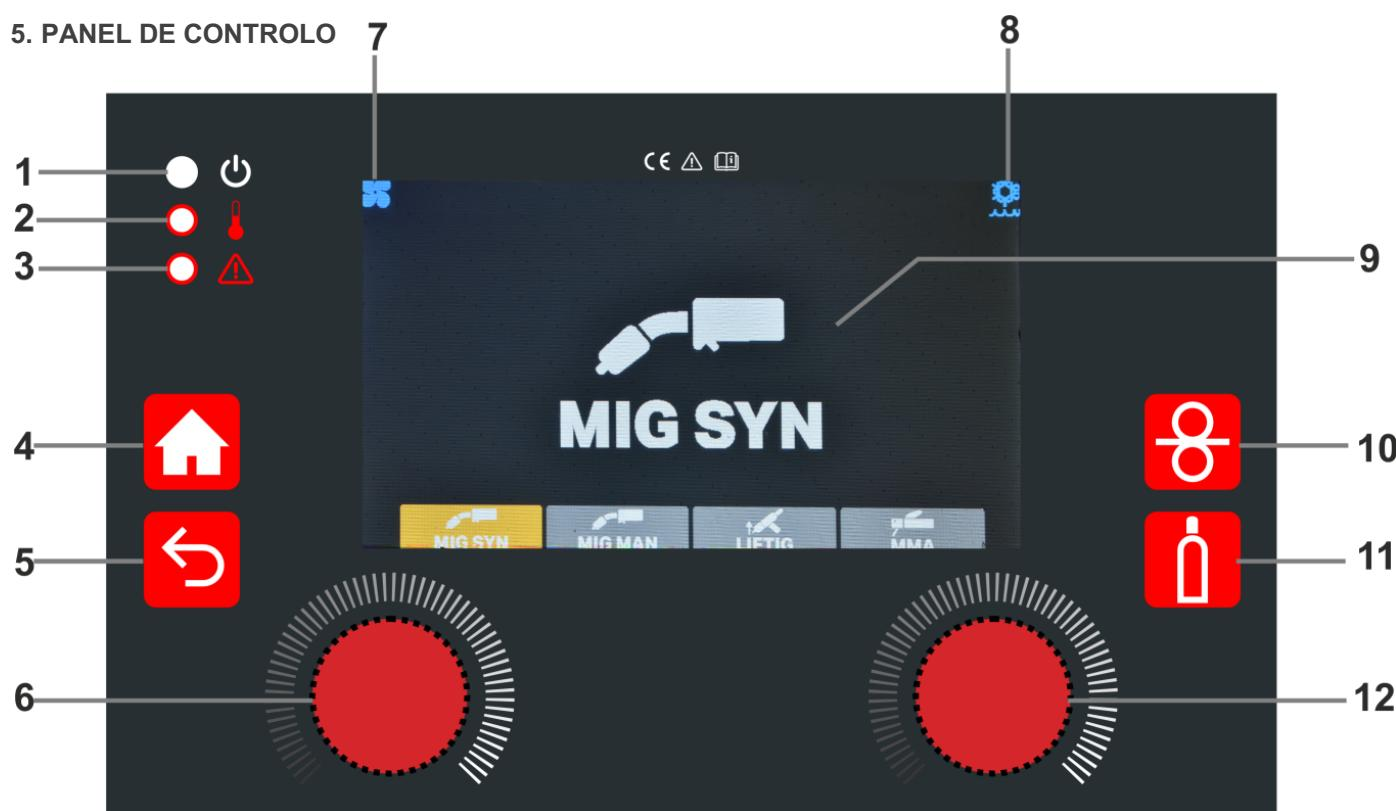
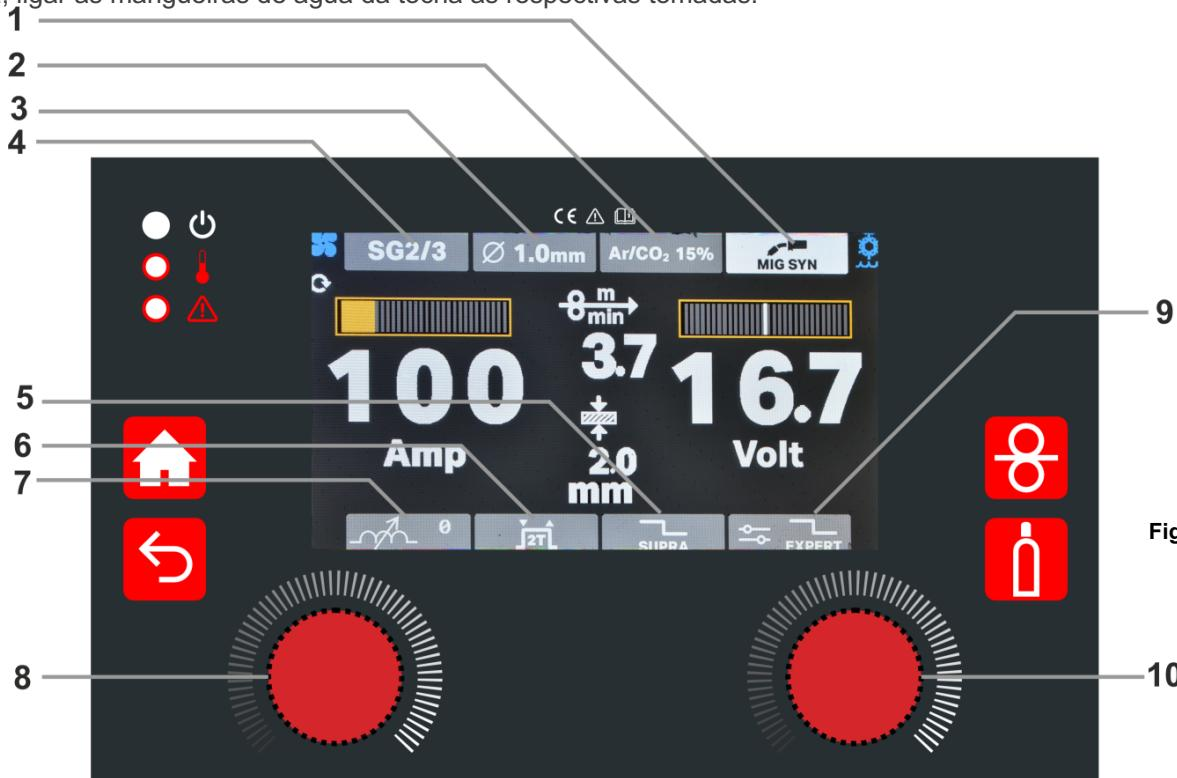
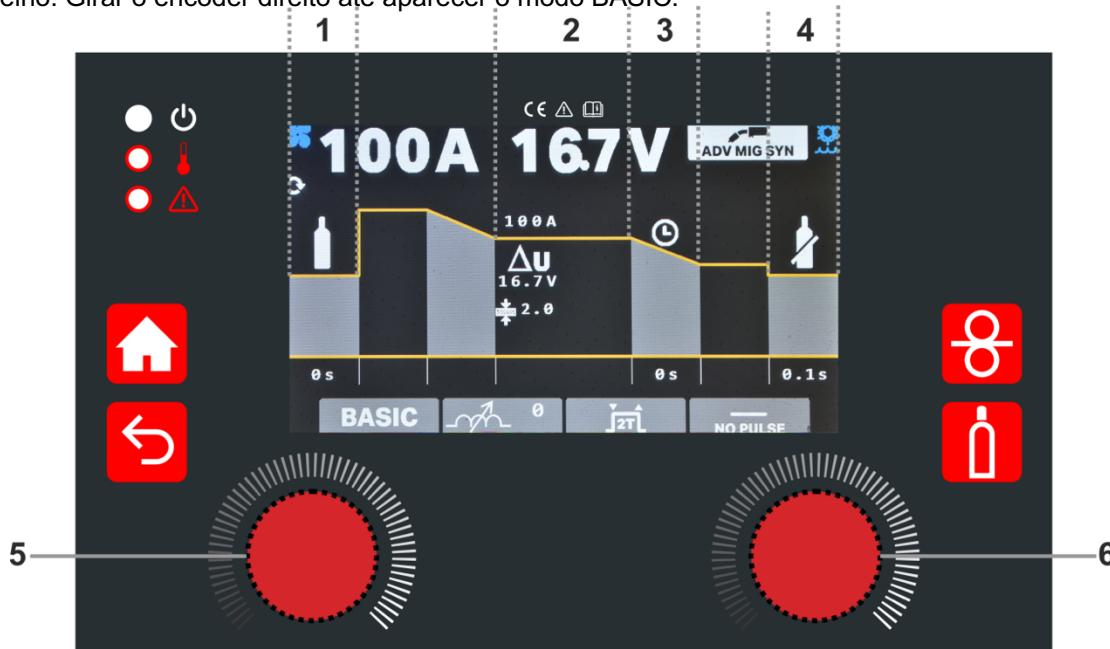
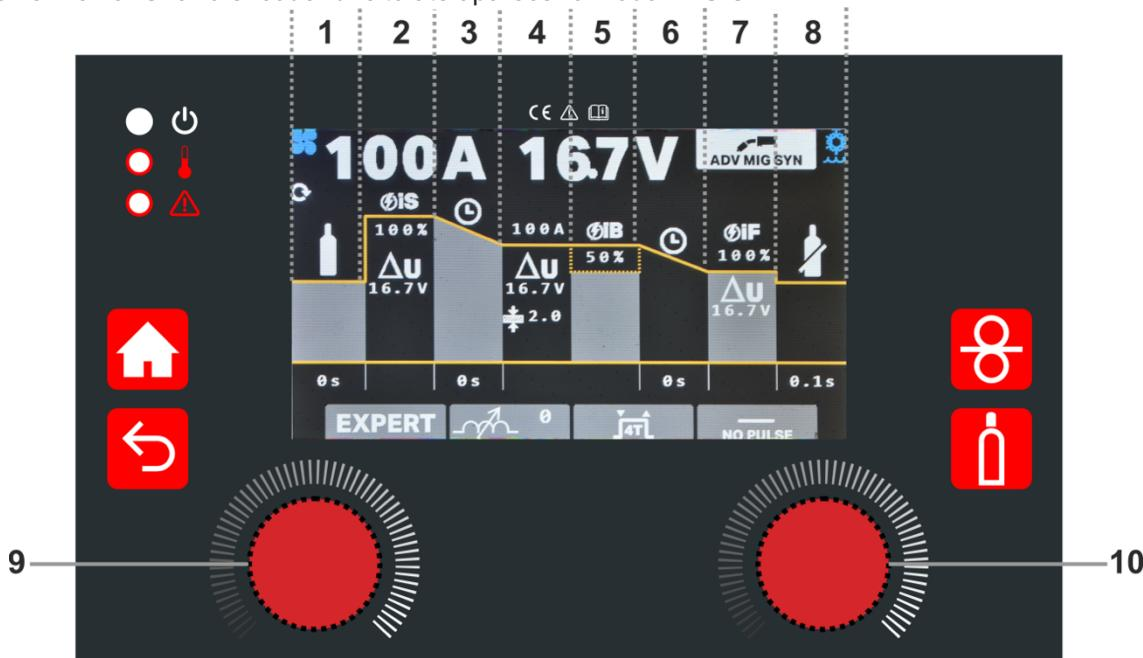

Fig 1.
Fig. 5.
Fig. 6
Fig. 8
- Selecione o tipo de gás de acordo com o programa de soldadura selecionado na Fig.6 - Programas de soldadura na página seguinte.
Selecionar o modo de soldadura MIG/MAG SYN premindo o encoder do lado direito (10 - Fig. 5) no item de menu correspondente. Entrou no modo MIG SYN, no qual é possível visualizar o estado do respetivo modo (1 - Fig. 1).
- Selecionar o material a soldar (item de menu 4 - Fig. 5), o diâmetro do fio (item de menu 3 - Fig. 5) e o tipo de gás (item de menu 2 - Fig. 5) com o encoder direito (10 - Fig. 5) de acordo com as seguintes tabelas de programas sinérgicos:
- Ajustar a indutância (item de menu 7 - Fig. 5) com o encoder do lado direito (10 - Fig. 5): menos indutância (arco mais estreito, mais penetração) e mais indutância (arco mais largo, mais enchimento).
- Dentro do programa sinérgico, pode ajustar a corrente de soldadura com o encoder do lado esquerdo (8 - Fig. 5) e com o encoder do lado direito (10 - Fig. 5) pode fazer um ajuste sinérgico fino.
- Com o encoder do lado direito (10 - Fig. 5), é possível escolher entre os modos de tocha de soldadura 2T, 4T ou SPOT:
Modo MIG/MAG a pontos - Quando selecionado indica que a máquina está no modo de soldadura por pontos MIG/MAG. Girar o encoder do lado direito (10 - Fig. 5) para selecionar o tempo SPOT em segundos. Iniciar a soldadura por pontos premindo o gatilho da tocha e mantendo-o premido até ao fim do programa de soldadura MIG definido.
- Com o encoder do lado direito (10 - Fig. 5), é possível escolher entre a soldadura por curto-círcuito não pulsada e a soldadura SUPRA (item de menu 5 - Fig. 5). SUPRA é um tipo de soldadura pulsada (uma alternância entre dois níveis de potência) com modo de transferência por curto-círcuito (ver capítulo 8.4 para mais informações).
Para entrar no ADV MIG SYN, girar o encoder direito (Nº 10 - Fig. 5) até o botão (Nº 9 - Fig. 5) ficar amarelo. Em seguida, premir o botão do encoder direito. Para selecionar o modo BASIC (em ADV MIG SYN), premir o botão direito do encoder (nº 6 - Fig. 6) até que um parâmetro fique amarelo. Rodar o botão direito do encoder até que o botão BASIC/EXPERT fique amarelo. Premir o botão do encoder direito até que o botão BASIC/EXPERT fique vermelho. Girar o encoder direito até aparecer o modo BASIC.
Para entrar no ADV MIG SYN, girar o encoder direito (Nr.10 - Fig. 5) até o botão (nr.9 - Fig. 5) ficar amarelo. Em seguida, premir o botão do encoder direito. Para selecionar o EXPERT MODE (em ADV MIG SYN), premir o botão direito do encoder (nº 10 - Fig. 8) até que um parâmetro fique amarelo. Rodar o botão direito do encoder até que o botão BASIC/EXPERT fique amarelo. Pressionar o botão do encoder direito para que o botão BASIC/EXPERT fique vermelho. Girar o encoder direito até aparecer o modo BASIC.
AJUSTE SINÉRGICO FINAL	premindo o encoder direito (10 - Fig.8) até a imagem do tempo de alimentação inicial ficar vermelha e rodando o mesmo encoder.